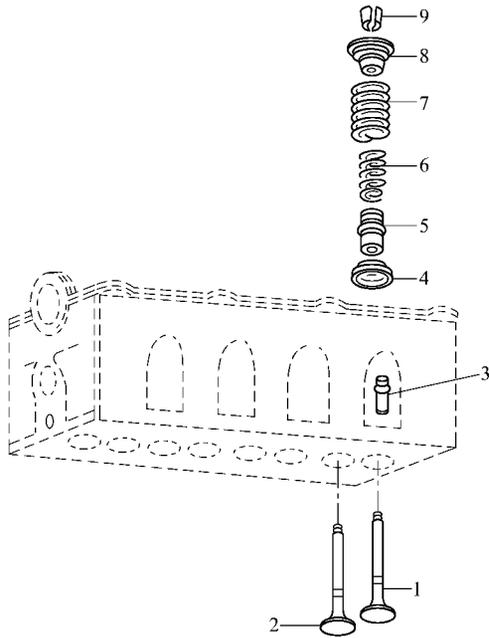

图 4 - 37 气门组的组成
(1) 桑塔纳轿车发动机气门为平顶式,如图 4 - 37 中的 1 和 2。这种结构比较简单,制造简便,吸热面积较小。
(2) 为使进气充分,进气门的直径比排气门的直径大,如桑塔纳轿车 1.6L 发动机进气门直径为 34.0 mm,排气门直径为 31.0 mm; 1.8 L 发动机进气门直径为 38.0 mm,排气门直径为 33.0 mm,进、排气门的锥角都是 45°。气门锥角是指气门工作锥面与气门头平面之间的夹角。气门杆端有凹槽,用以安装气门弹簧锁片。
(1) 气门导管从上往下紧压在气缸盖上的导管孔内,如图 4 - 37 中 3。其作用是在气门上下运动时起导向作用,与气门杆间有一定的配合间隙。
(2) 气门导管选用锌锰铝青铜,它是一种轴承铜,耐磨性、导热性和加工性都比较好。
(3) 气门导管上端装有骨架式氟橡胶气门油封,这样可以防止配气机构有润滑油窜至燃烧室。